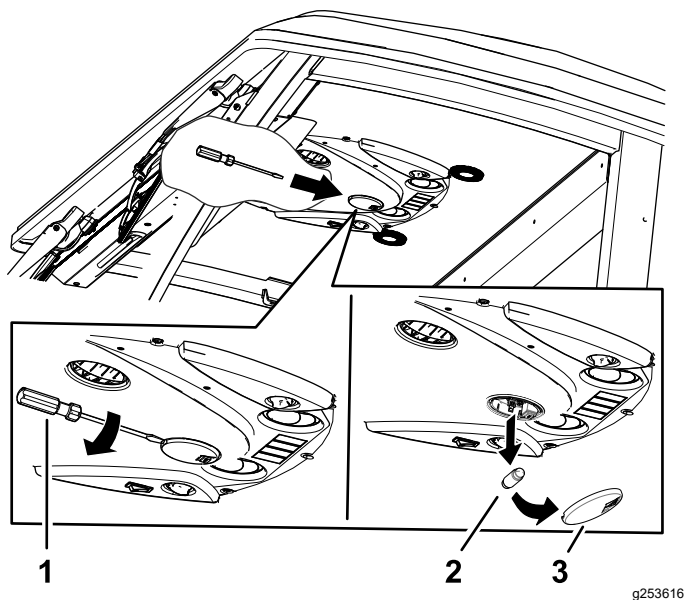

Figura 85
1. Rimuovete il vetro della luce dal quadro di comando con un cacciavite (**Figura 85**).
2. Rimuovete la lampadina dalla base della luce (**Figura 85**).